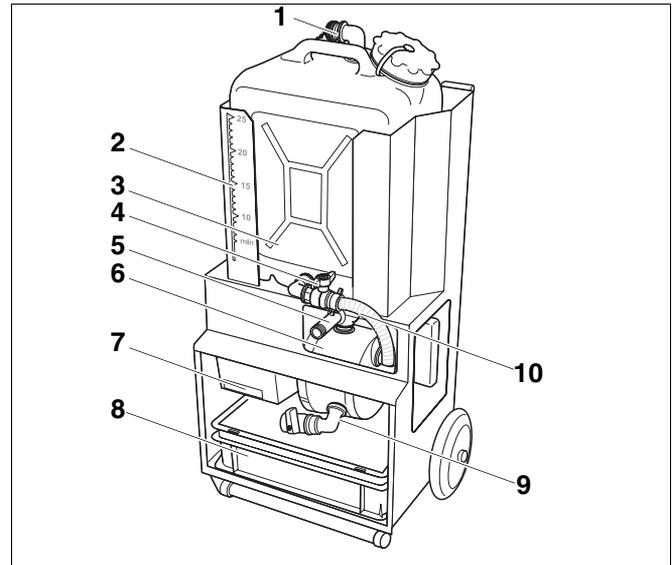

Abb. 1 Befüllstation
- Anschluss (1") für Rücklaufschlauch (Abb. 1, **Pos. 1**)
- Messskala (6 – 25 Liter – Abb. 1, **Pos. 2**)
- herausnehmbarer Behälter (Abb. 1, **Pos. 3**)
- Kugelhahn (Abb. 1, **Pos. 4**) in Saugleitung
- Anschluss (3/4") für Druckschlauch (Abb. 1, **Pos. 5**)
- Befüllpumpe (Abb. 1, **Pos. 6**) inklusive: Ablasshahn (Abb. 1, **Pos. 9**) und dem elektrischen Anschluss
- Betriebsschalter (Abb. 1, **Pos. 7**) der Befüllpumpe
- Auffangwanne (Abb. 1, **Pos. 8**) mit Rücklauf- und Druckschlauch
- Saugschlauch (Abb. 1, **Pos. 10**)